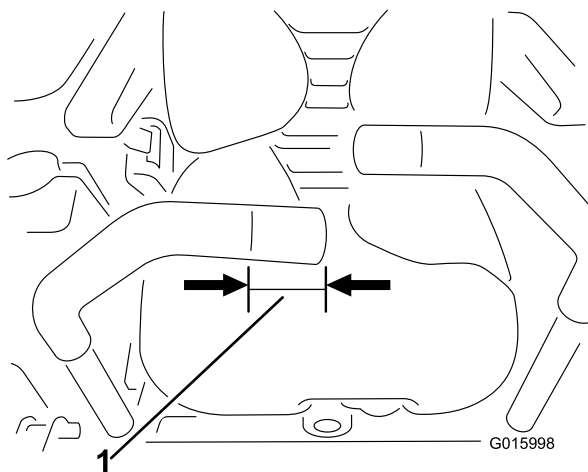

Figure 12
1. Pour poser le support adaptateur d'interrupteur, coupez 40 mm au bout du levier de commande de déplacement droit (Figure 12).